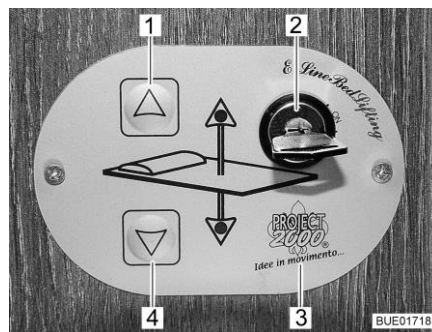
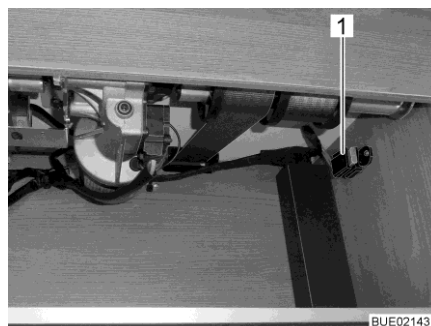

Bild 145 Kontrollenhet
Bild 149 Säkring
Med knapparna (Bild 145,1 och 4) på kontrollenheten (Bild 145,3) sänks och lyfts den höjbara sängen. Med nyckelbrytaren (Bild 145,2) säkras kontrollenheten mot obehörig användning.
- Vrid nyckeln i nyckelbrytaren (Bild 145,2) 90° medurs. Kontrollenheten (Bild 145,3) är aktiverad.
- Tryck på pilknappen (Bild 145,4) och håll den så länge intryckt till den höjbara sängen sänks ned till önskad position.
- Tryck på pilknappen (Bild 145,1) och håll den så länge intryckt till den höjbara sängen lyfts fram till gränsställningen.
Om den höjbara sängen inte längre går att flytta med pilknapparna (Bild 145,1 och 4), skall du först kontrollera säkringen i det bakre väggskåpet (Bild 149,1). Om säkringen är ok och den höjbara sängen ändå inte går att flytta, kan den höjbara sängen manövreras manuellt.